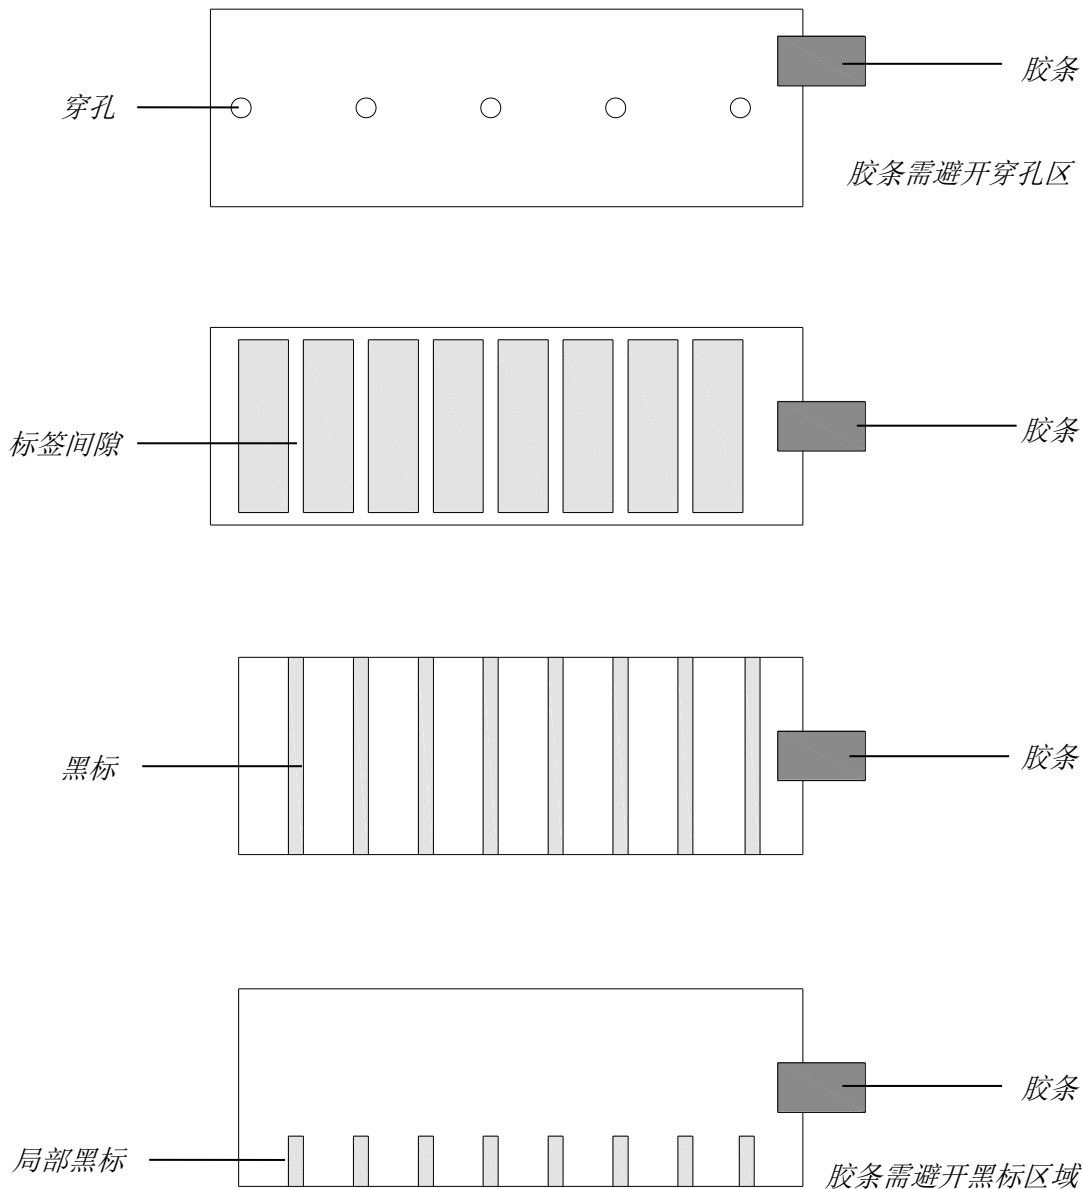

图 2-15
- 生产标签卷时，通常会用一小段胶条将标签固定在纸卷芯上，为保证纸张用尽时，纸张探测器能准确探测到无纸信号，请务必使纸张探测器位置避开胶条的粘贴位置。不同类型标签纸的胶条粘贴位置，请参考图 2-15。